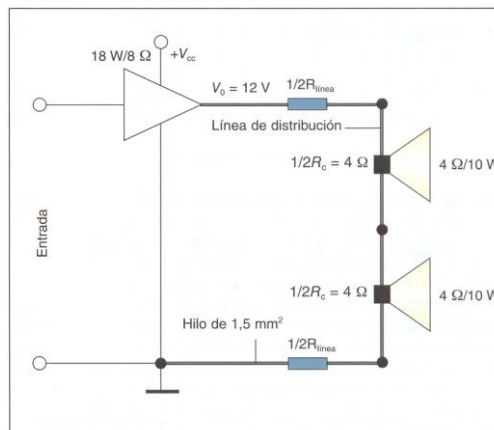

Figura 2. Amplificador cargado con dos altavoces en serie de 4Ω/10W y línea de 50m y 1,5mm².
3. Determina el valor de la resistencia de la línea de $2,5\text{mm}^2$ del circuito de la figura 2 de este tema e indica el porcentaje que supone de la carga total (Resistencia de los altavoces).